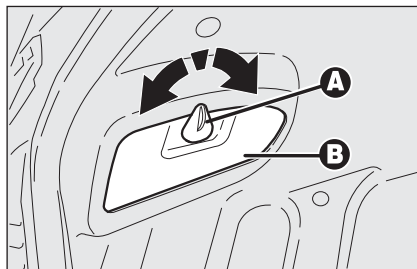

fig. 33
- ☐ gire el dispositivo **A-fig. 33** para abrir la tapa **B**;
- ☐ vuelva a cerrar la tapa **B-fig. 33**.